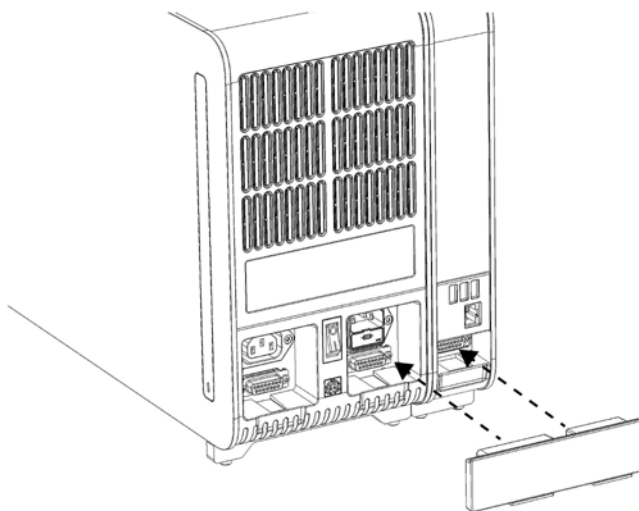

Abbildung 8: Anschließen des Analyse-/Betriebsmodul-Verbindungsstücks
5. Schließen Sie das Analyse-/Betriebsmodul-Verbindungsstück an der Rückseite des QIAstat-Dx Analyzer 1.0 an, um das Analyse und das Betriebsmodul miteinander zu verbinden (Abbildung 8).